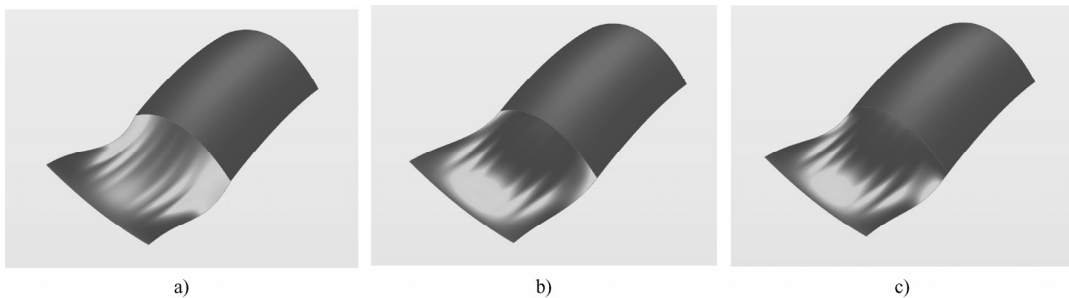

图 4-10 借助曲面曲率工具观察曲面连续性
- 借助曲面曲率工具检测：Evolve 中可在菜单栏中执行“视图”>“曲面曲率”命令，如图 4-10 所示。